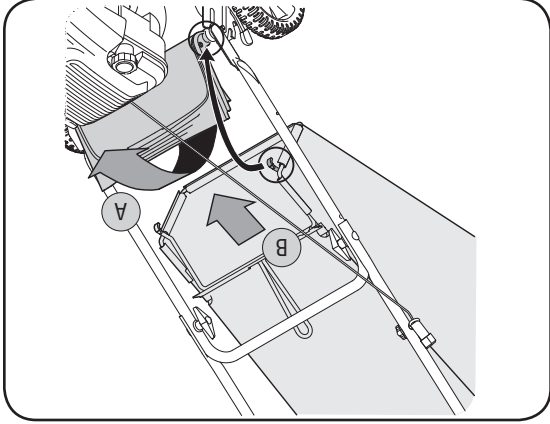

Figure 3-8
- a. Relevez le clapet d'éjection arrière de la tondeuse et placez le sac à herbe sur la tige de pivotement. Lâchez le clapet pour qu'il repose sur le sac à herbe. Voir la Figure 3-8.
- a. Relevez le clapet d'éjection arrière de la tondeuse, comme à la Figure 3-8. Relevez le sac à herbe et dégagez-le de la tige de pivotement. Lâchez le clapet d'éjection arrière pour fermer l'ouverture sur l'arrière de la tondeuse.